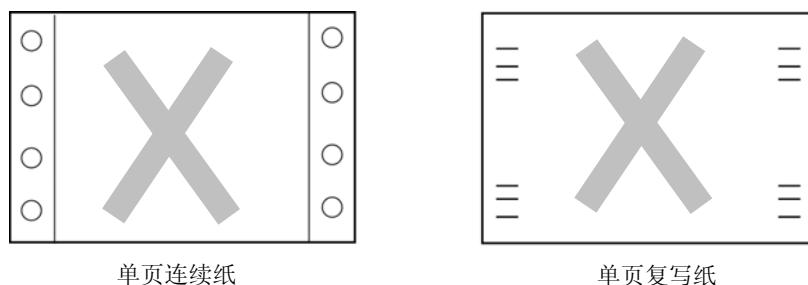

图 B-10
- 不要使用单页的连续纸或单页复写纸在单页纸打印方式下打印。因为连续纸边上的孔或者复写纸边上的压痕可能会引起打印阻塞（如图 B-10 所示）。